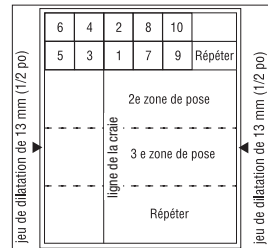

Figure 9
- Continuer à poser le reste des carreaux de 30,5 cm x 30,5 cm (12 po x 12 po) le long de la zone du mur de départ (Figure 9). Poser chaque carreau en place et pousser doucement les carreaux ensemble pour enclencher languettes et rainures. Bien mettre chaque carreau à l'équerre.